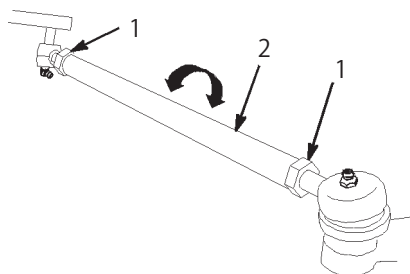

図51
5. 前後の測定値の差が所定範囲にない場合、タイロッド両端のジャム・ナットを外して調整を行う (図51)。